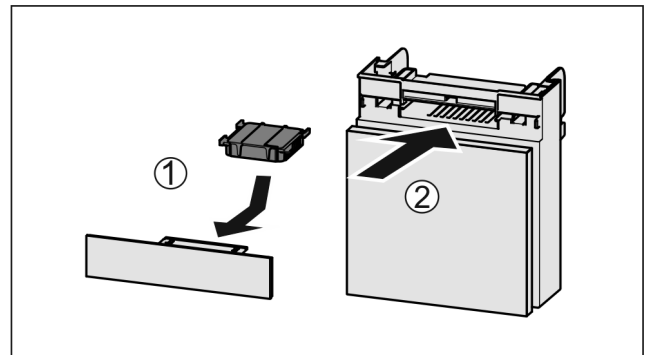

Fig. 187
- Inserire il vano Fig. 187 (2).